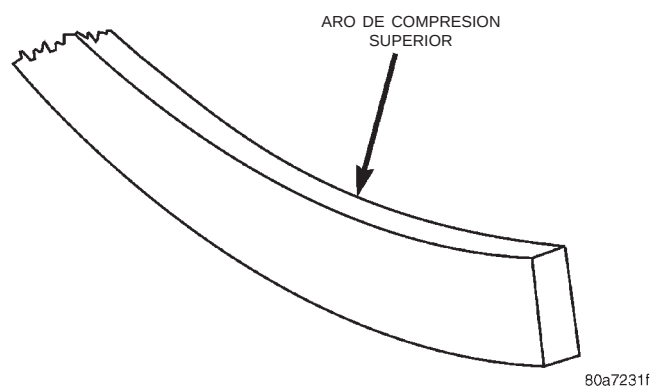

Fig. 8 Identificación del aro de compresión superior
(5) Los aros de control de aceite son simétricos, y pueden instalarse con cualquiera de sus lados hacia arriba. No se necesitan herramientas para instalar los aros inferior y superior. En primer lugar inserte el aro expensor y luego los aros laterales.
(6) Los dos aros de compresión son diferentes y no pueden intercambiarse. El aro de compresión superior puede identificarse porque cuenta con un revestimiento brillante en la superficie de sellado exterior y puede instalarse con cualquiera de sus lados hacia arriba (Fig. 8).